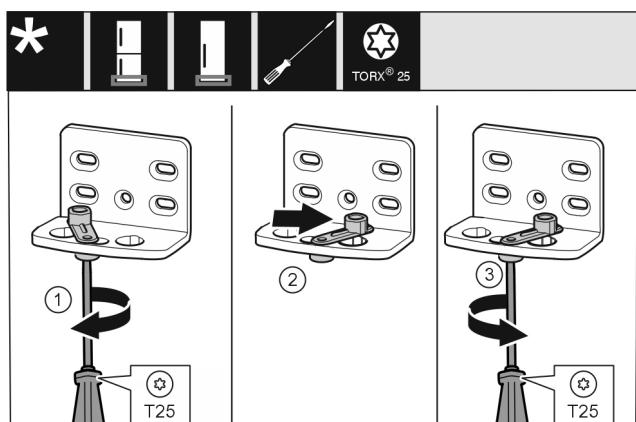

Fig. 15
- Открутите винт отверткой T25. Fig. 15 (1)
- Приподнимите фиксатор двери и поверните в отверстии на 90° направо. Fig. 15 (2)
- Затяните винт отверткой T25. Fig. 15 (3)